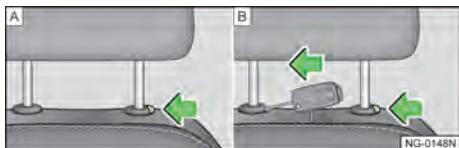

图 92
- ▶ 按压图片» 图 92[A]右侧箭头所示按钮，同时将钥匙插入图示位置» 图 92[B]，另一个人将头枕完全拉出。
- ▶ 按住图片右侧箭头所示按钮» 图 92[A]向下移动头枕。